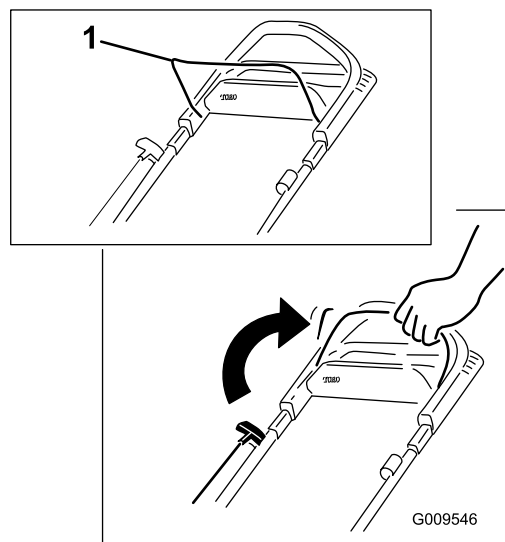

Figura 10
1. Tenete la barra di comando della lama contro la stegola (Figura 10).